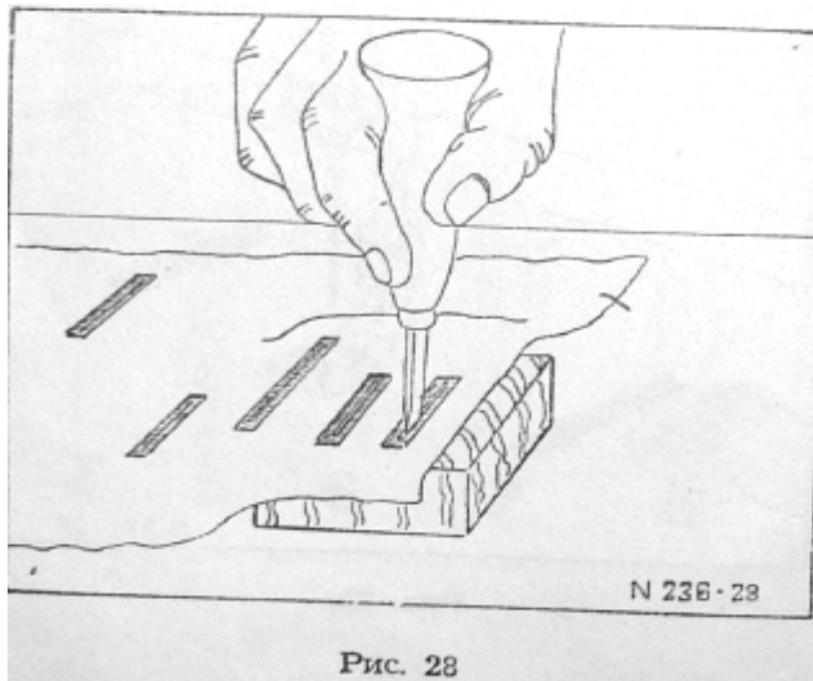

Рис. 28
10. Готовую петлю кладут на деревянную доску и долотом прорубают материю между зигзагообразными стежками (рис. 28).